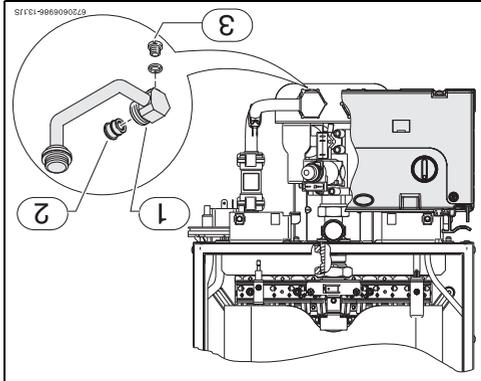

Рис. 9 Зливання пробка
- ▶ Колонку не дозволяється встановлювати в незахищеному від морозу приміщенні. Якщо з'явилася загроза зниження температури у кімнаті нижче 0 °C слід вимкнути колонку та злити воду (рис. 9).
- ▶ Відкрити запірний пробку (→ рис. 9), яка знаходиться на трубі подачі холодної води.